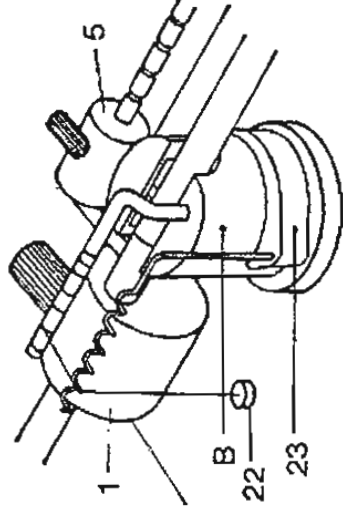

Abb. 2
Wie das Antiskatinggewicht (22) anzubringen ist, zeigt Abbildung 2.
Tabelle 2 zeigt in der horizontalen Spalte für die Auflagerkraft von 1,5 pond im Schnittpunkt mit der vertikalen Spalte der Spitzenverrundung von 18 µm, daß das Antiskatinggewicht von 1 g benutzt werden muß, dessen Haltefaden in die Kerbe Nr. 6 des Bügels (3) einzuhängen ist. Gemäß Abb. 2 wird das Gewicht sodann über die benachbarte Wendel des Halters (23) geführt, so daß es frei schwebt.